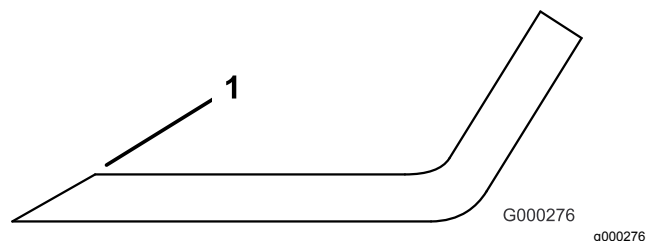

Figure 105
Remarque: N'aigüisez que le haut du tranchant et conservez l'angle de coupe d'origine pour obtenir une coupe nette (Figure 105). Limez la même quantité de métal sur chacun des deux tranchants pour ne pas déséquilibrer la lame.
3. Examinez les tranchants de toutes les lames et aigüisez-les s'ils sont émoussés ou ébréchés (Figure 105).